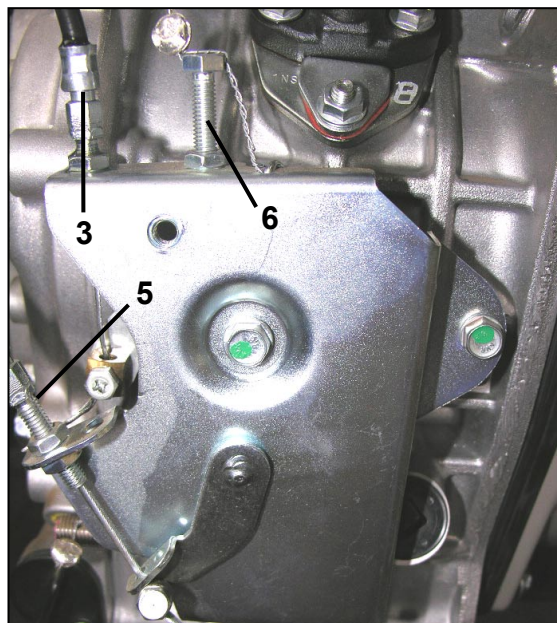

fig.6/3
- 6 - Réglage tours moteur (fig.6/3) (voir manuel spécifique du moteur)
- 1 - Regulación cables mando embrague PowerSafe® (fig.6/1)
- 2 - Regulación cables mando frenos / embrague WS (fig.6/1, 6/2)